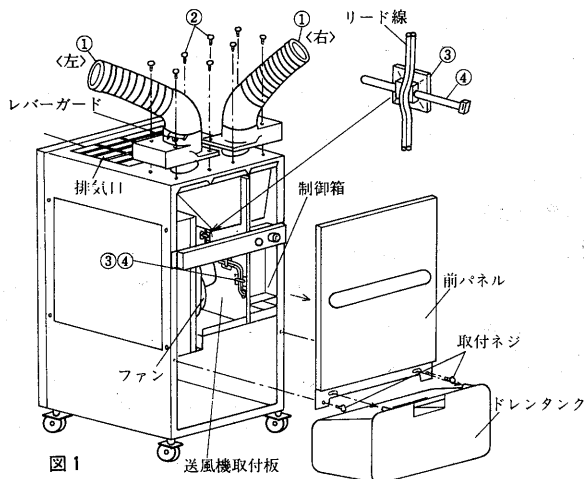

図1
- 4)自動首振り装置の取付穴に付いているキャップ〈4個〉を取外し付属の取付ネジにて図1に示す要領で取付てください。